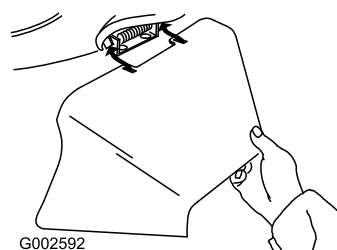

Figura 39
3. Montate il condotto di scarico laterale e chiudete lo sportello sul condotto (Figura 39).